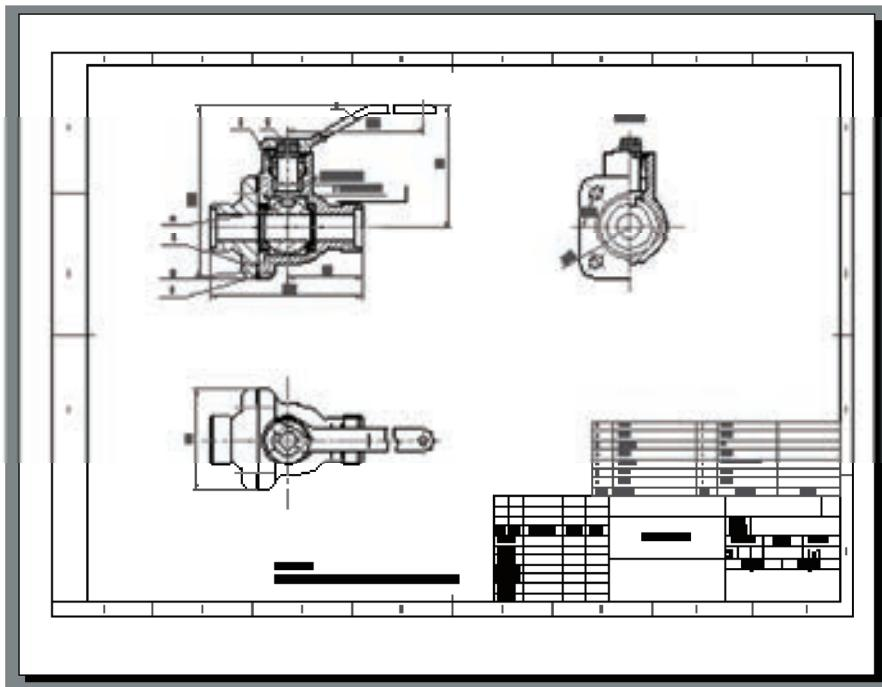

图9-38 “预览”显示
(10) “预览”按钮 用于预览整个图形窗口中将要打印的图形，如图9-38所示。